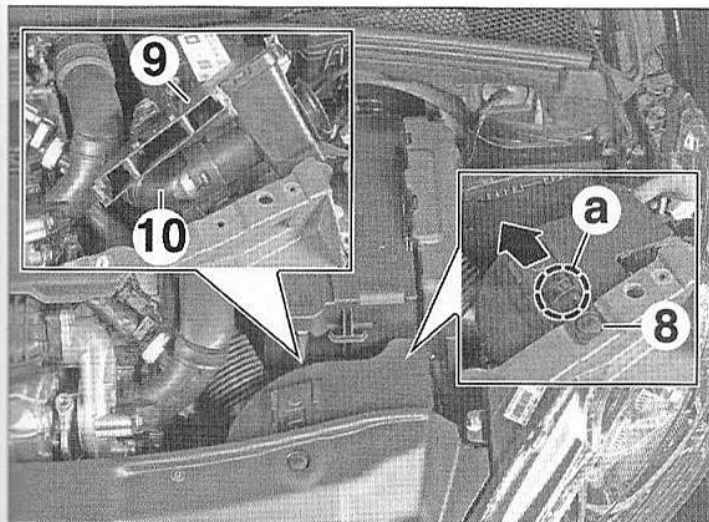
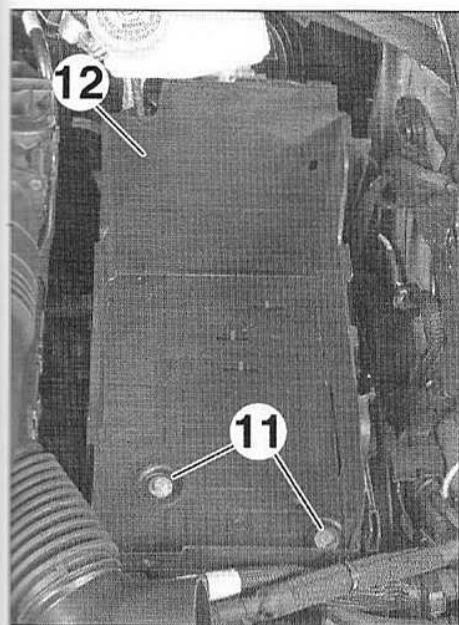

FIG.28
FIG.29
- Déposer l'agrafe (8) (Fig.28).
- Déposer l'ensemble résonateur d'air (9) et conduit d'air (10).
- Déposer (Fig.29) :
- les vis (11),
- le bac à batterie (12).